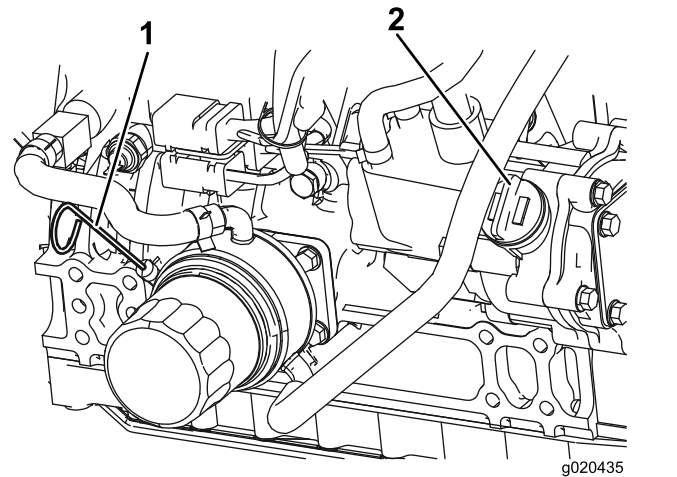

Bild 74
3. Entfernen Sie den Peilstab, wischen ihn ab und führen ihn wieder in das Rohr ein; ziehen Sie ihn dann wieder heraus. Der Ölstand sollte an der Voll-Markierung sein (Bild 74).
4. Wenn der Ölstand unter der Voll-Markierung liegt, nehmen Sie den Fülldeckel ab (Bild 74) und gießen Sie genug Öl ein, um den Ölstand bis zur Voll-Markierung anzuheben. **Füllen Sie nicht zu viel ein.**